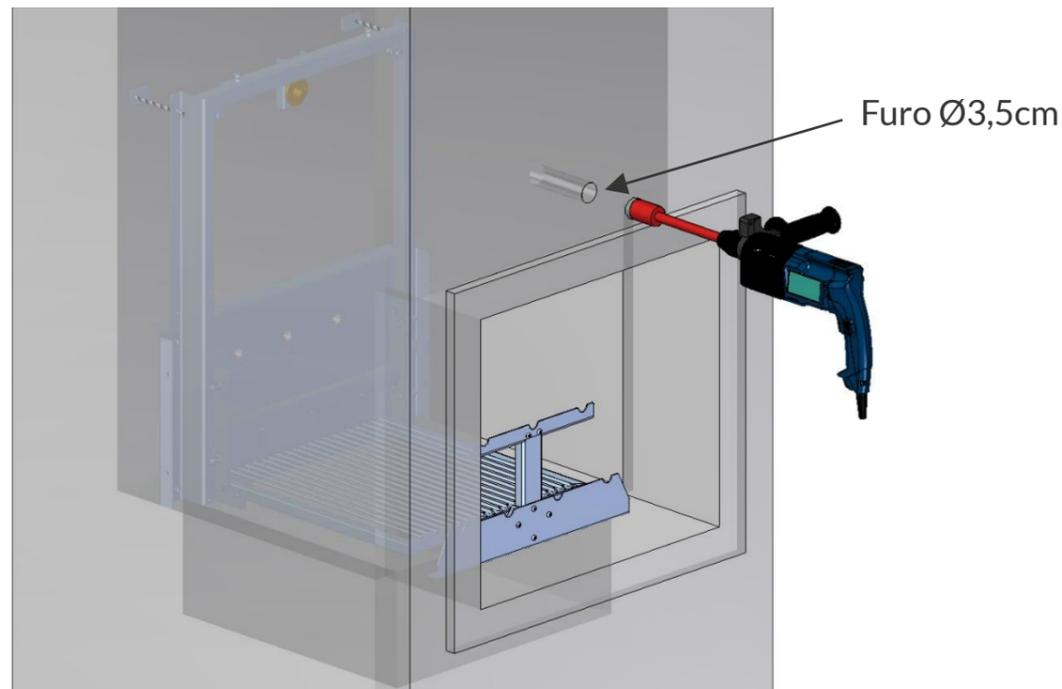

Figura 12
b) Con la ayuda de un taladro profesional de impacto (sin usar el martillo) y una sierra de copa para concreto diamantada $\text{Ø}3,5\text{cm}$, haga la perforación en la pared frontal sobre la boca del asador según la figura 12 a continuación. Este proceso requiere mucho cuidado, movimientos suaves y refrigeración de la sierra de copa con agua o líquido refrigerante, para prolongar la vida útil de la misma.